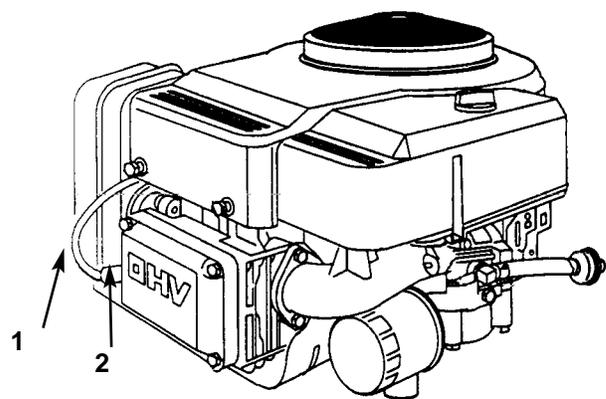

Bild 24
3. Den/die Zündkerzenstecker abziehen (Bild 24). Jetzt den Bereich um die Kerze reinigen, um Eindringen von Schmutz in den Motor und möglichen Motorschäden vorzubeugen.
3. Den Zündkerzenstecker aufschieben (Bild 24).